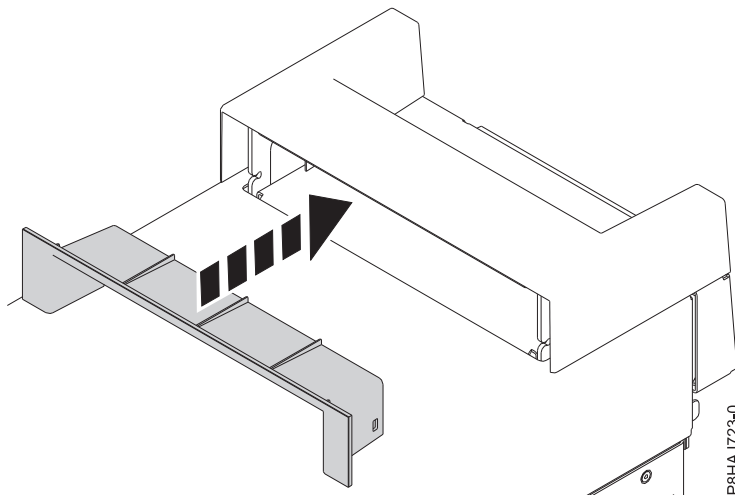

Figura 17. Inserción de la pieza en la tapa de asa en un sistema 8286-41A autónomo
2. Inserte la pieza en la tapa de asa presionándola con firmeza, tal como se muestra en la Figura 17.